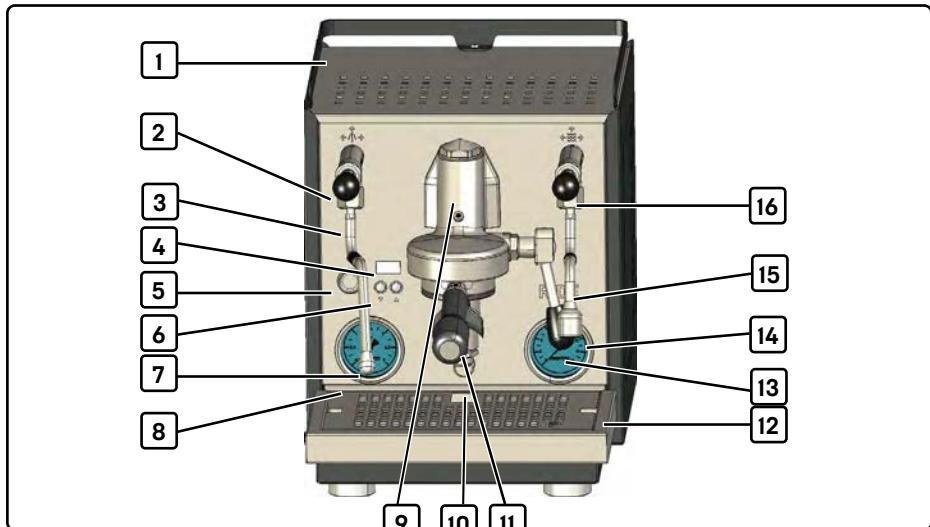

Fig. 1 Structure et composants
1. Appuyez sur l'interrupteur principal [1, fig. 1].